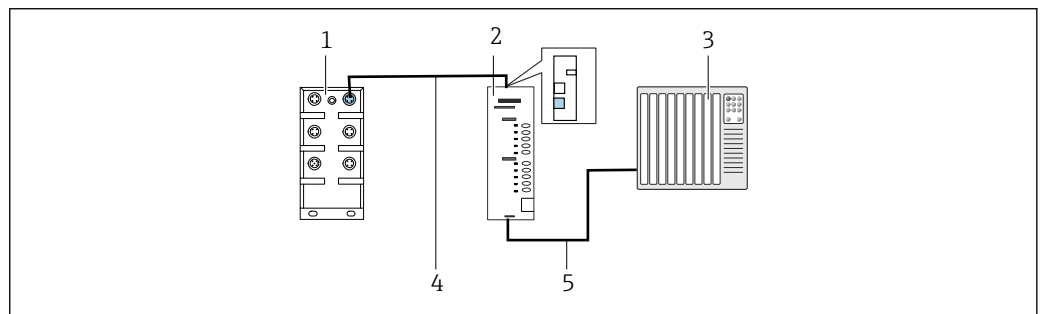

図 1 通信用接続
1. Modbus TCP インターフェイスをゲートウェイの上部に接続します。→ 図 1, 図 9
1. PROFIBUS インターフェイスをゲートウェイの下部に接続します。→ 図 1, 図 9